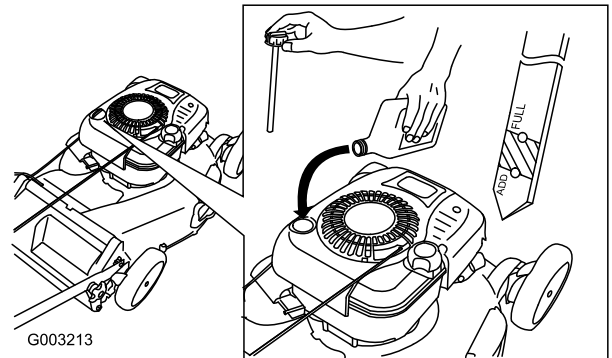

Figure 13
1. Retirez la jauge, essuyez-la sur un chiffon et remettez-la dans le goulot de remplissage (Figure 13).
2. Sortez de nouveau la jauge et contrôlez le niveau d'huile (Figure 13). Si le niveau n'atteint pas le repère minimum (**Add**) de la jauge, versez avec précaution suffisamment d'huile dans le goulot de remplissage pour faire monter le niveau au repère maximum (**Full**). **Ne remplissez pas excessivement.** (Remplissage max. : 0,77 l, type : huile détergente SAE 30W de classe de service API SF, SG, SH, SJ, SL ou supérieure.)